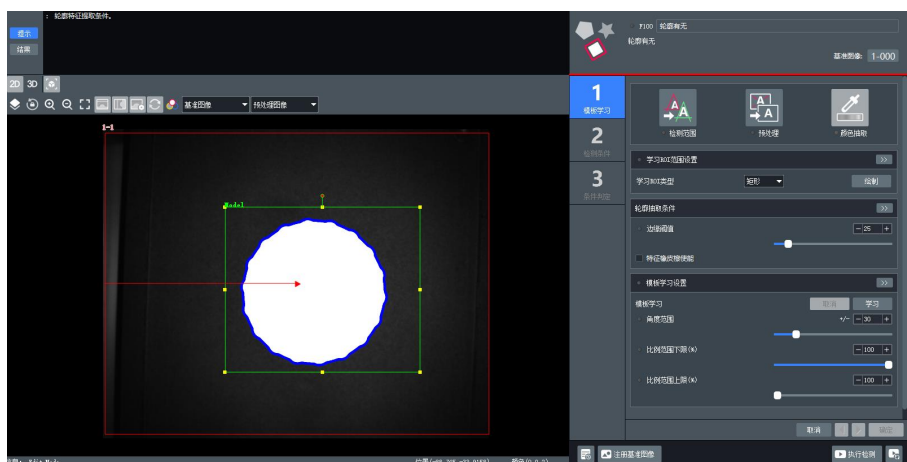

图 1-9 建立学习模版区域
2. 在模板学习中添加或者调整检测 ROI 区域，建立模板区域，如图 1-9 所示。